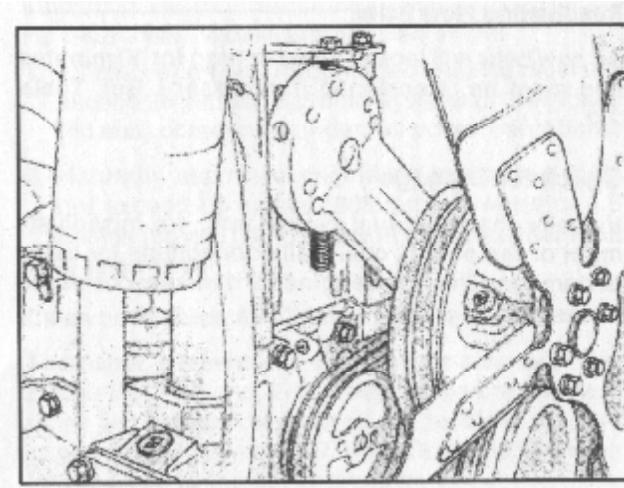

Рис. 2-6 (OM10161) Установка ступицы вентилятора NTC-350 FFC
- Затяните стопорную гайку двигателя NH/NT с усилием 542-610 Н.м; затем отверните на пол-оборота. Затяните 4 полудюймовых винта. Рис. 2-6, двигатели NTC-350FFC - 101 - 115 Н.м.